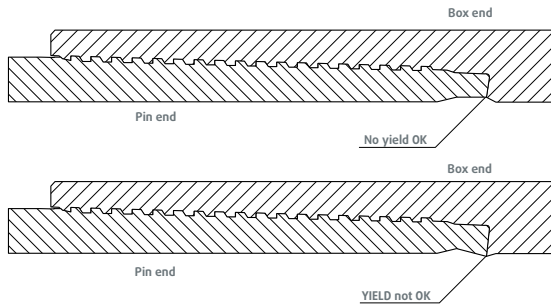

Imagen 8
- Ningún espacio en el hombro del acoplamiento y la punta del pin, este daño se produce si se supera el torque máximo (ver imagen 8).